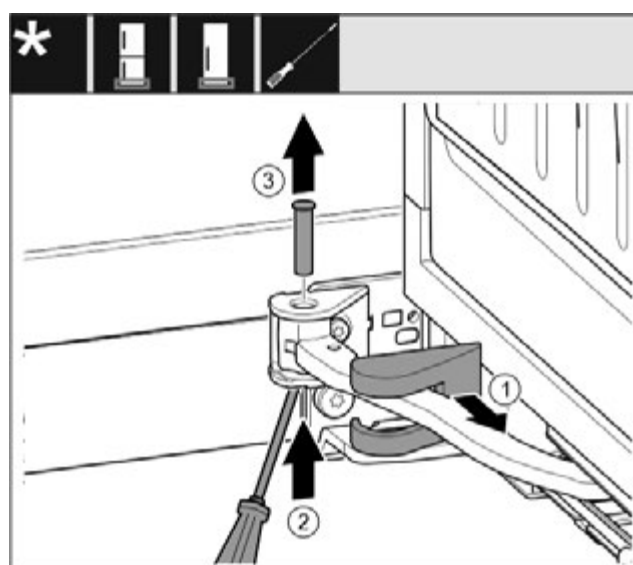

Fig. 12
- ▶ Зніміть кришку опорного кронштейна та перемістіть вздовж шарніра. Fig. 12 (1)
- ▶ Рукою чи викруткою підійміть палець знизу. Fig. 12 (2)
- ▶ Перемістіть викрутку під голівку пальця і витягніть. Fig. 12 (3)